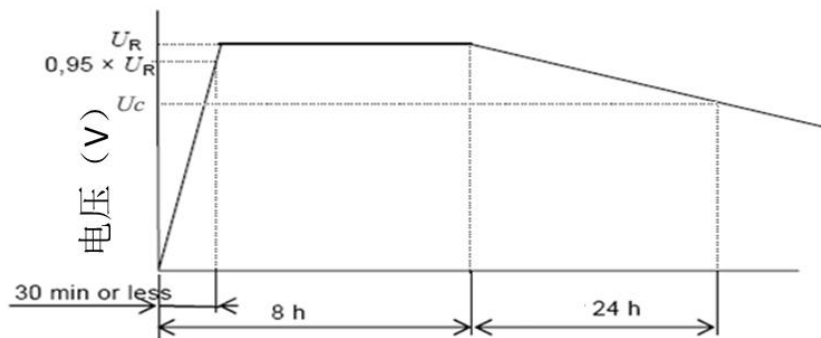

图5 自放电测试曲线图
- 在恒压充电 8h 结束后，将电容器两端从电压源断开，置于标准条件下 24h 后，测量电容器两端的残留电压 U_c ，如图 5 所示。